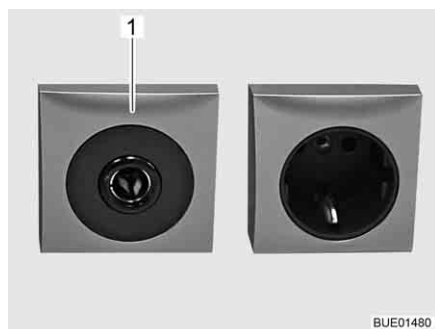

Fig. 160 Caja de enchufe 12 V/10 A
- ▷ Conectar únicamente aparatos con máximamente 10 A a las cajas de enchufe (Fig. 160,1) de la red de a bordo de 12 V.